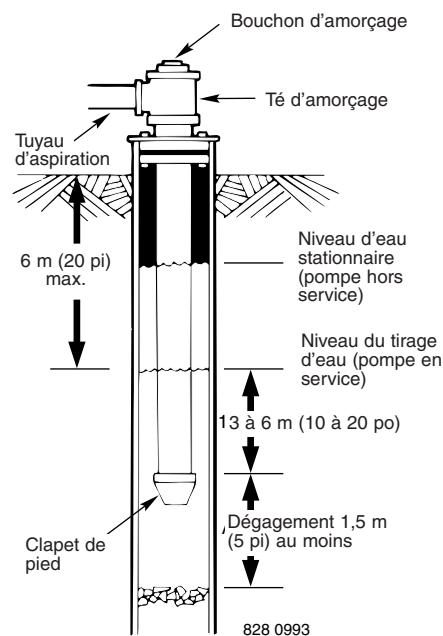

Figure 1: Installation de puits cuvelé/creusé
- 5 ° Avec un clapet de pied, il est conseillé d'utiliser pour l'amorçage une connexion en té et un bouchon. (Fig. 1)
**REMARQUE :** Pour les longs chemins de câblage à l'horizontale, monter une connexion d'amorçage en té entre le clapet de retenue et la tête du puits (Fig. 1). Pour les installations par points de puits menés, installer un clapet de retenue sur la tuyauterie. Vérifier si la flèche indiquant le flux du débit sur le clapet de retenue est orientée **en direction** de la pompe.